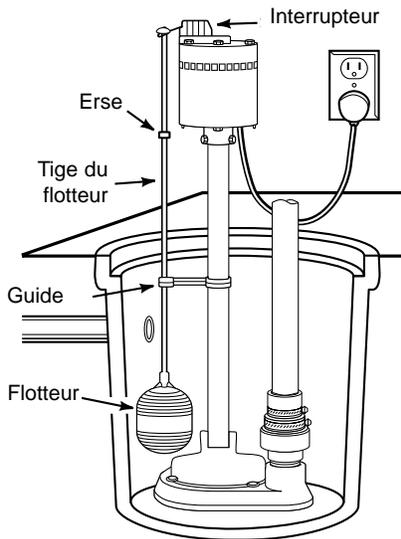

Figure 3 – L'installation de la pompe de puisard
3. Encliquez délicatement le guide de la tige du flotteur de plastique sur la colonne de la pompe et insérez la tige sur le guide. (Figure 3)
4. Utilisez des pinces pour ternir la tige du flotteur, vissez le flotteur jusqu'à ce qu'il soit serré tel qu'illustré dans la Figure 3.
1. Construisez une fosse de puisard en béton, acier ou plastique d'une profondeur de moins de 24 po (60,96 cm) et d'au moins 11 po (27,94 cm) de diamètre (Figure 3). S'il y a déjà un puisard, assurez-vous qu'il soit de la bonne taille.